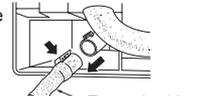

Figure 2
- 3) Retirez le tuyau de vidange du côté arrière gauche de l'unité interne. (Figure 2)